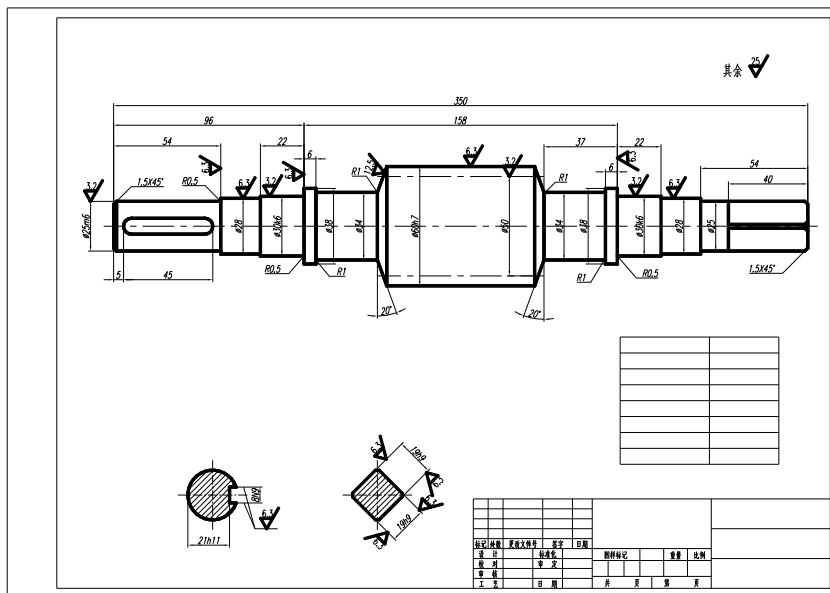

图 11-81 绘制参数表
(1) 绘制参数表。使用直线工具和偏移工具绘制参数表的边框和格线。结果如图 11-81 所示。